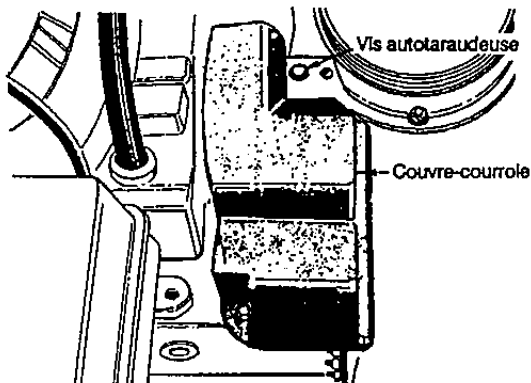

FIGURE 20 - Pour plus de clarté la goulotte est retiré.
2. Enlevez le couvre-courroie en plastique sur le devant du moteur en retirant deux vis autotaraudeuses et deux rondelles plates. Voir la figure 20.